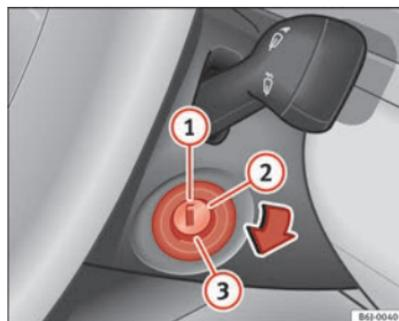

Fig. 106 Posiciones de la llave de contacto
En esta posición → fig. 106 el encendido y el motor están desconectados pudiéndose bloquear la dirección.
- Gire la llave de contacto hasta la posición ⇒ fig. 106 ②. El testigo  se encenderá en caso de precalentamiento del motor.
- En cuanto se apague el testigo, gire la llave de encendido a la posición ③ para poner en marcha el motor y no pise el acelerador.
- Gire la llave de contacto a la posición ⇒ fig. 106 ①.